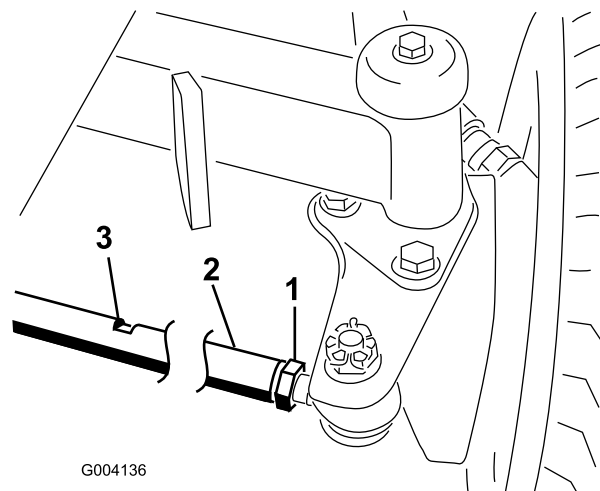

図 77
2. 各タイロッド **図 77** の端についているジャムナットをゆるめる。